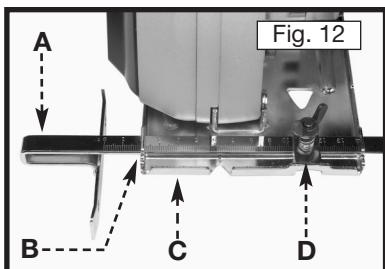

Fig. 12
Le guide de sciage (A) Fig. 12 permet de faire des coupes plus précises que lorsqu'on scie à main levée.
Pour l'installer, insérez le guide de coupe (A) Fig. 12 dans la fente de montage (B) située à l'avant de la semelle (C). Choisissez la largeur de coupe désirée sur le guide de sciage et serrez l'écrou papillon (D) pour le bloquer.